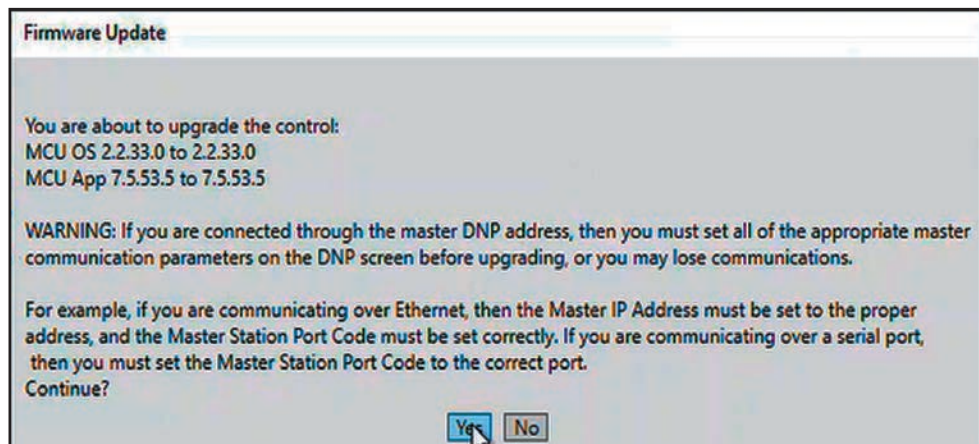

Figura 46. La ventana de diálogo Actualización del Firmware.
**PASO 14.** En la ventana de diálogo Actualización del Firmware, pulse el botón **Sí**. Ver Figura 46. Seleccionando “No” finalizará el proceso de **Downgrade**.